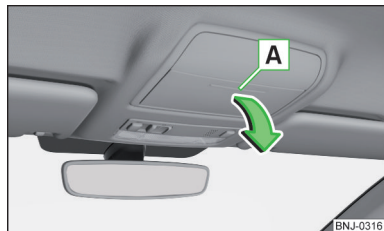

Fig. 88
- Pentru **deschiderea** sa, apăsați pe capacul compartimentului pentru ochelari în zona **A**. Compartimentul se rabatează în sensul săgeții » **fig. 88**.